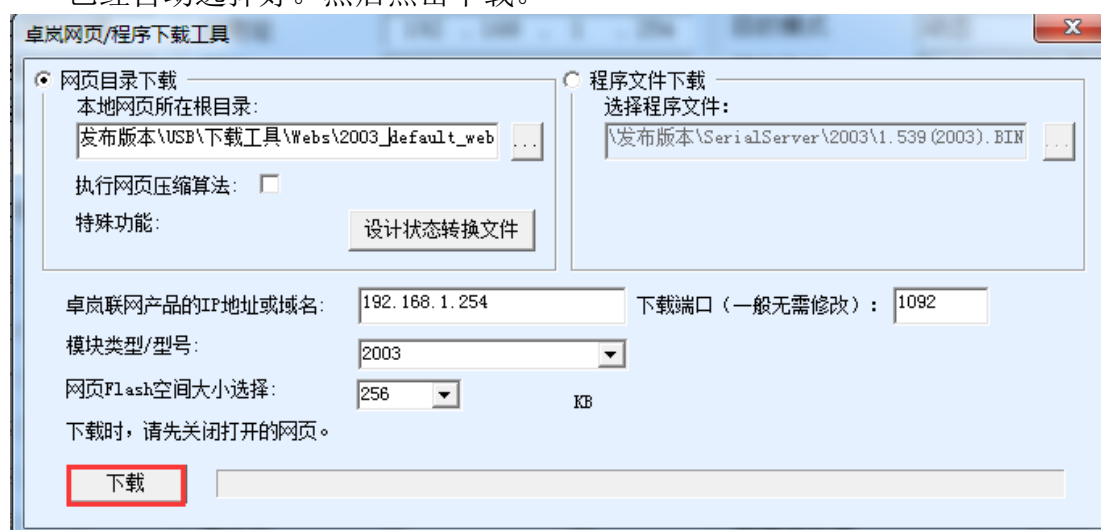

图 16 ZLSN2003 固件升级方法
- 3 如图 16 所示，选择“程序文件下载”单选项。在程序文件中，选择固件文件。联网产品的 IP 地址部分已经自动填写好，无需再写入，模块类型/型号已经自动选择好。然后点击下载。
- 7 固件升级后模块内部的配置网页也需要更新，否则无法再通过 Web 配置，但是不影响正常使用。无需 web 配置的也可以不下载网页。下载 Web 的方法是：如图 16 所示，将“程序文件”下载模式改为“网页目录下载”。并且选择本地网页所在根目录为需要下载的网页文件所在目录（该目录可以从卓岚获得），点击下载，将本地网页目录下的所有文件下载到 ZLSN2003 设备内部的文件系统上。